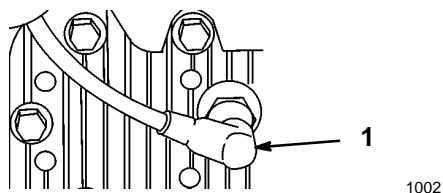

Figure 6
5. Reconnecter la bougie (Fig. 6).
1. Débrancher la bougie (Fig. 6).